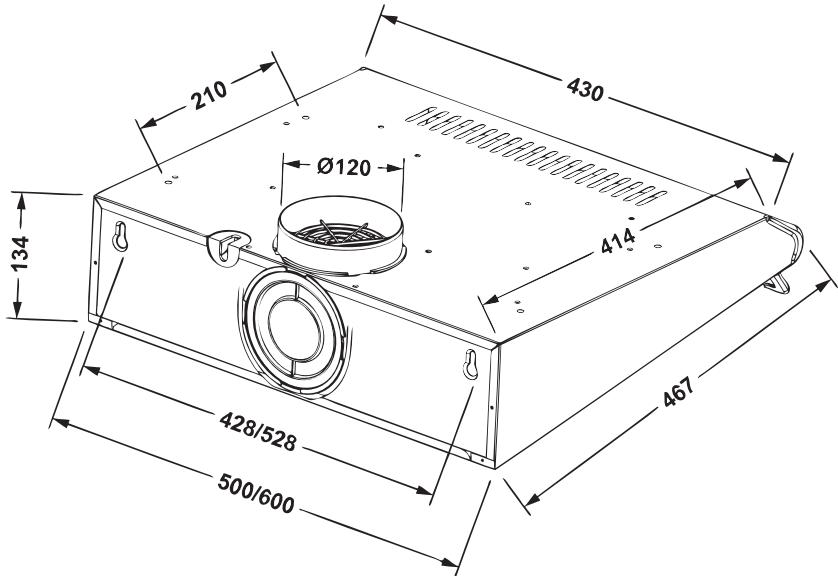

Рис. 3
«Bona H I / II» Ø 3мм. (рис.3).
- для вытяжки «Bona H I / II» - 2 или 4 шурупами ПКГ 4 x 12 с шайбами 4, которые вкручиваются изнутри вытяжки в отверстия, расположенные на верхней плоскости корпуса (рис.3).
В режиме рециркуляции (рис.3) вытяжка не подключается к вентиляционной шахте кухни и воздуха проходит через установленные в вытяжке алюминиевые жировые фильтры и угольные запахоулавливающие фильтры (какие покупаются отдельно) и возвращается обратно в кухню через вентиляционные пазы **C**.